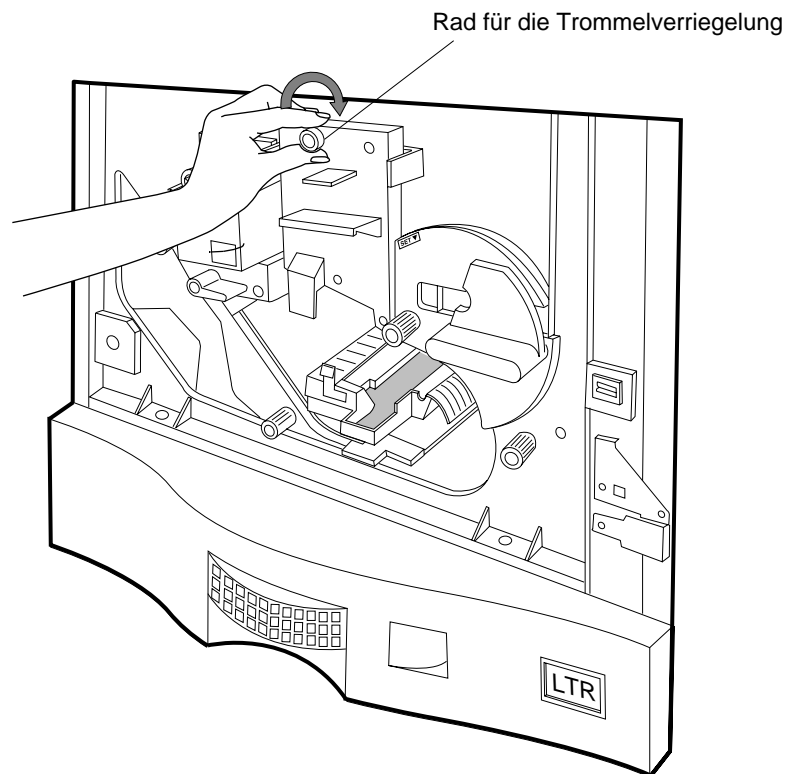

Abbildung 4-30 *Sichern der Trommel*
3. Drücken Sie weiter auf die Trommel, und drehen Sie das Trommelarretierungsrad im Uhrzeigersinn fest, um den Rahmen zu arretieren und die Trommel zu sichern (siehe Abbildung 4-30).